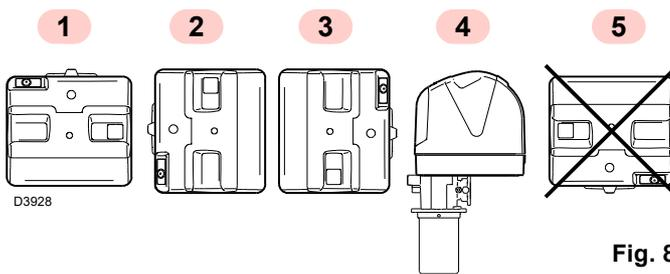

Fig. 8
- Il bruciatore è predisposto esclusivamente per il funzionamento nelle posizioni 1, 2, 3 e 4 (Fig. 8).